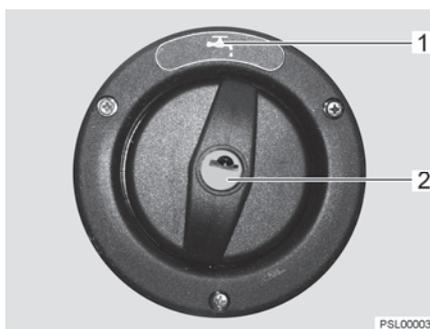

Fig. 109 Tapa de cierre para el tubo de llenado de agua potable
El tubo de llenado de agua potable está identificado con el símbolo "🚰" (Fig. 109,1). La tapa de cierre se abre o cierra con la llave para las cerraduras de trampilla exteriores.
- Introducir la llave en el cilindro de cierre (Fig. 109,2) y girarla un cuarto de vuelta en sentido contrario a las agujas del reloj.
- Abrir el tubo de llenado de agua potable (Fig. 109).